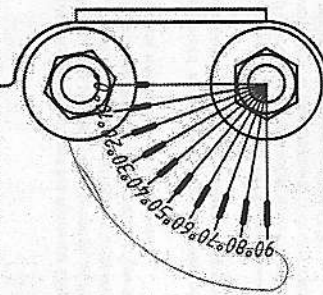

Рисунок 6 – Шкала для регулировки.
5.4.6. Отрегулируйте нужный угол наклона светильника, используя шкалу для регулировки на деталях крепления (рисунок 6).
- 5.5.4. Закрепите светильник при помощи болтов/винтов на поверхности. С помощью поворотного кронштейна (скобы) выставите нужный угол поворота светильника (см. рисунок 6). Затяните болты.
- 5.7.4. Закрепите светильник при помощи болтов/винтов на поверхности. С помощью поворотного кронштейна выставите нужный угол поворота светильника (см. рисунок 6). Затяните болты.